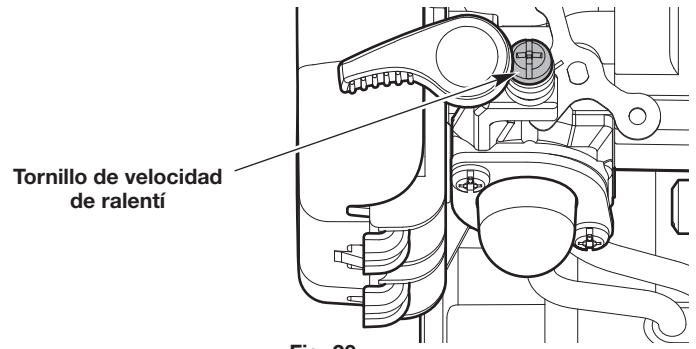

Fig. 20
- Si el motor se para, aumente la velocidad de ralentí. Use un destornillador Phillips pequeño para girar el tornillo de velocidad de ralentí en el sentido de las agujas del reloj, 1/8 de giro cada vez hasta que el motor funciona al ralentí de manera uniforme (Fig. 20).
- Si el cabezal de corte gira cuando el motor funciona al ralentí, reduzca la velocidad de ralentí. Gire el tornillo de velocidad de ralentí en el sentido contrario de las agujas del reloj, 1/8 de giro cada vez, hasta que se detenga el cabezal de corte (Fig. 20).